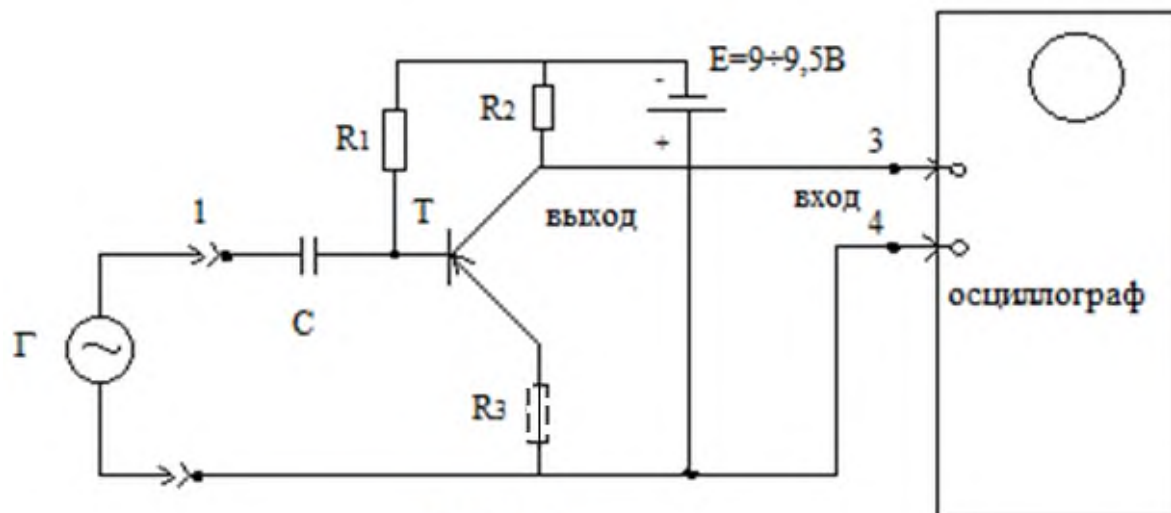

Рис. 4.1.б
Собрать схему, как показано на рис. 4.1а (схема с общим эмиттером, транзистор р-п-р типа).
Рис. 4.1а
2.1.1 Подавать на вход усилителя напряжение синусоидального тока от генератора, амплитуда 1...50 мВ, контролировать с помощью осциллографа напряжение на выходе усилителя. Определить уровень насыщения и объяснить форму выходного напряжения усилителя (эпюры б и в) рис. 4.1б.
Рис. 4.1 в. Режим насыщения и пробоя
2.2. Собрать схему, как показано на рис. 4.1 б.
2.2.3. Установив мультиметр в режим измерения тока и включив мультиметр в разрыв цепи коллектора (как показано пунктиром на рис. 4.1б) измерить ток, потребляемый каскадом в статическом и динамическом режимах (со входным сигналом с генератора и без него). Измеренные значения токов зафиксировать в отчете.
2.5.Объединить оба входа схемы рис. 4.1. Подать на них синусоидальный сигнал генератора как в п. 4.3.